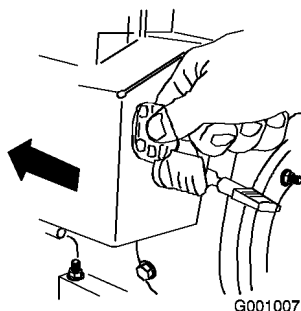

Figura 22
5. Inserite la chiave di accensione (Figura 22).